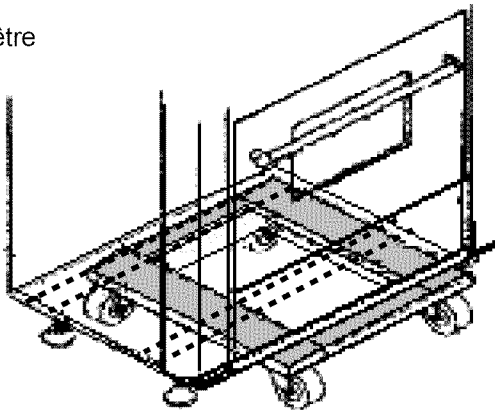

Figure 6 : Emplacement de la plate-forme à roulettes
- En raison du poids de la cuisinière, il convient d'utiliser une plate-forme à roulettes souples pour la déplacer. Le poids doit être uniformément réparti sur la plate-forme (voir Figure 6).